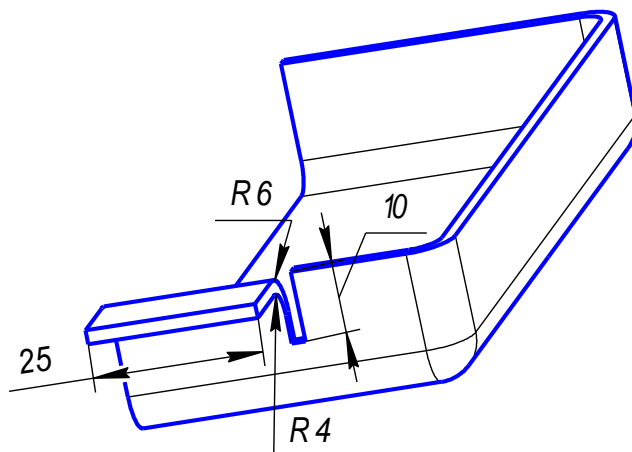

Рис. 11.
27. Гибочный радиус лапки создайте командой *Скруглить* в два приема: сначала внутреннее скругление радиусом 4 мм, а затем внешнее скругление радиусом 6 мм (рис. 11).